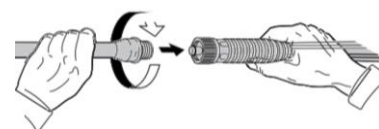

Fig. 10c
- Insérez la lance dans le pistolet comme indiqué sur la figure 10c.